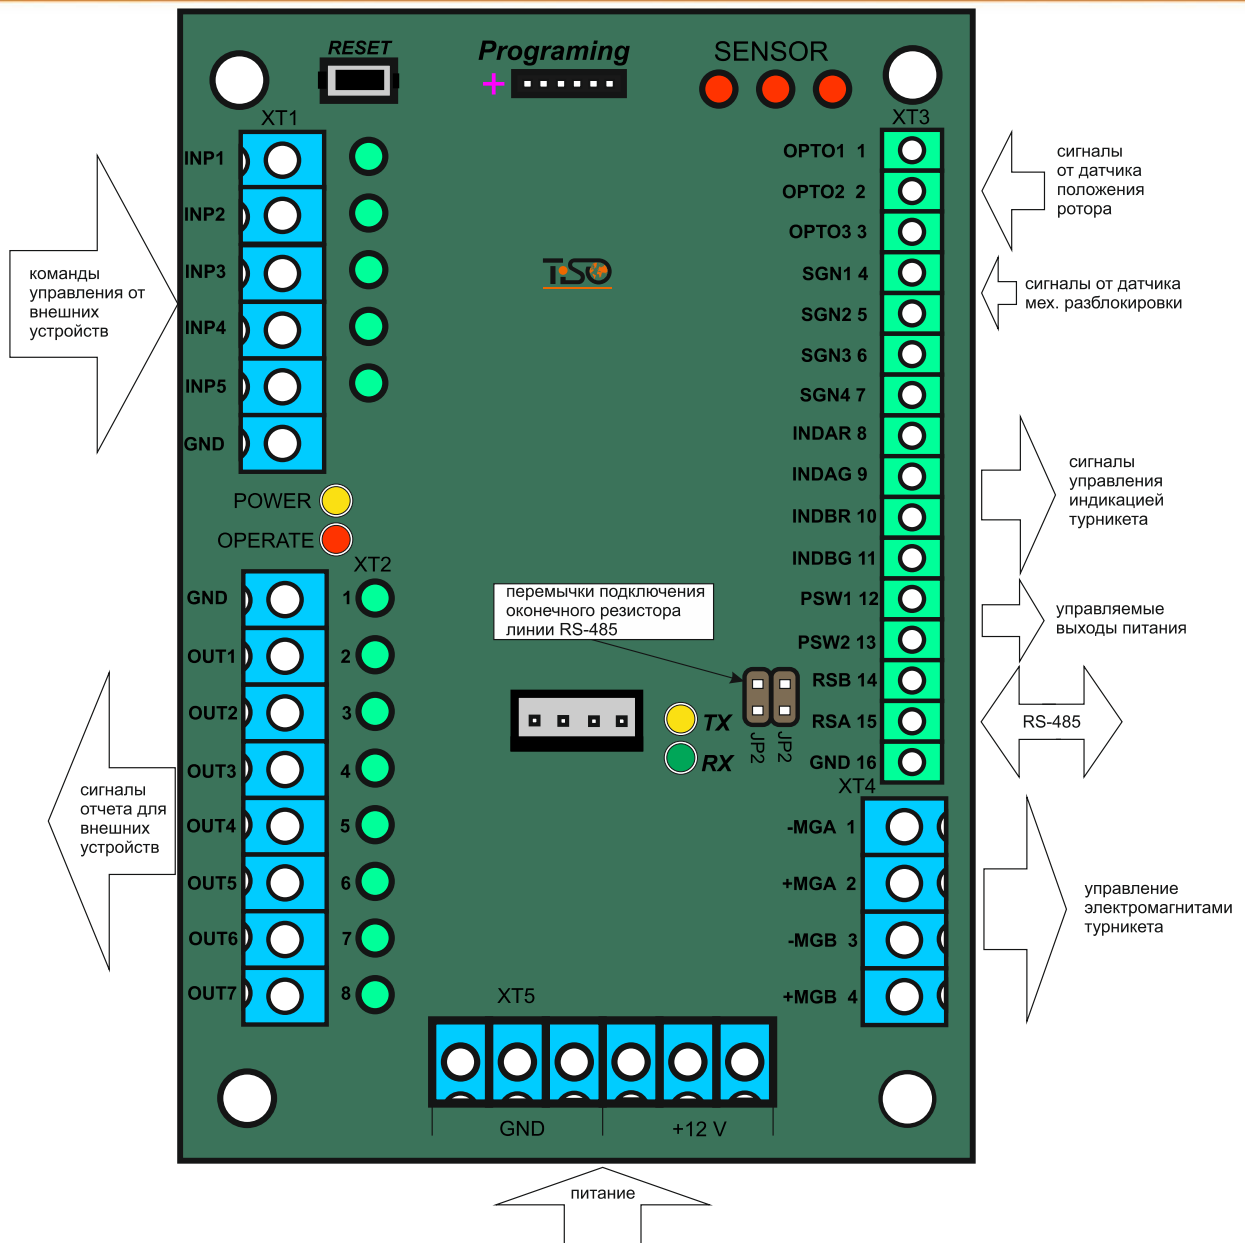

Рис. 9– Внешний вид контроллера PCV.112.21.20.00
1.6.2.1. Контроллер выполнен на плате (104 x 68) мм (см. рисунок 9). Для управления электромагнитами и индикаторами используются полевые транзисторы.